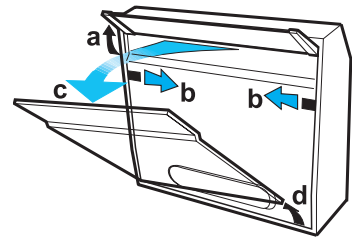

FIG.1
2. Dégagez la visière escamotable (a-Fig. 1).
3. Ouvrez la grille d'aspiration (b,c,d-Fig. 1).